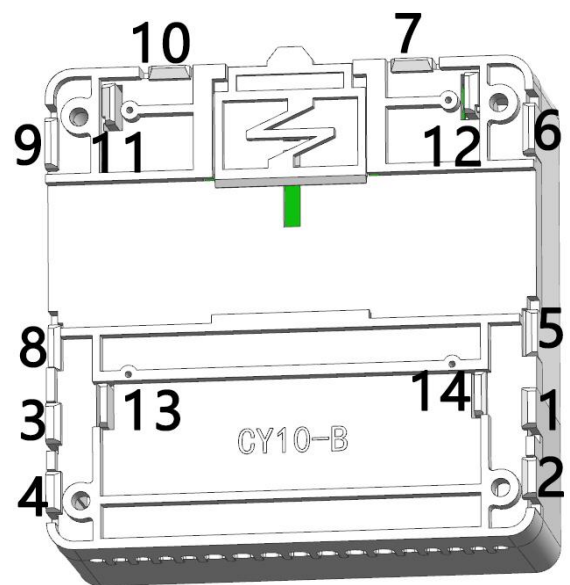
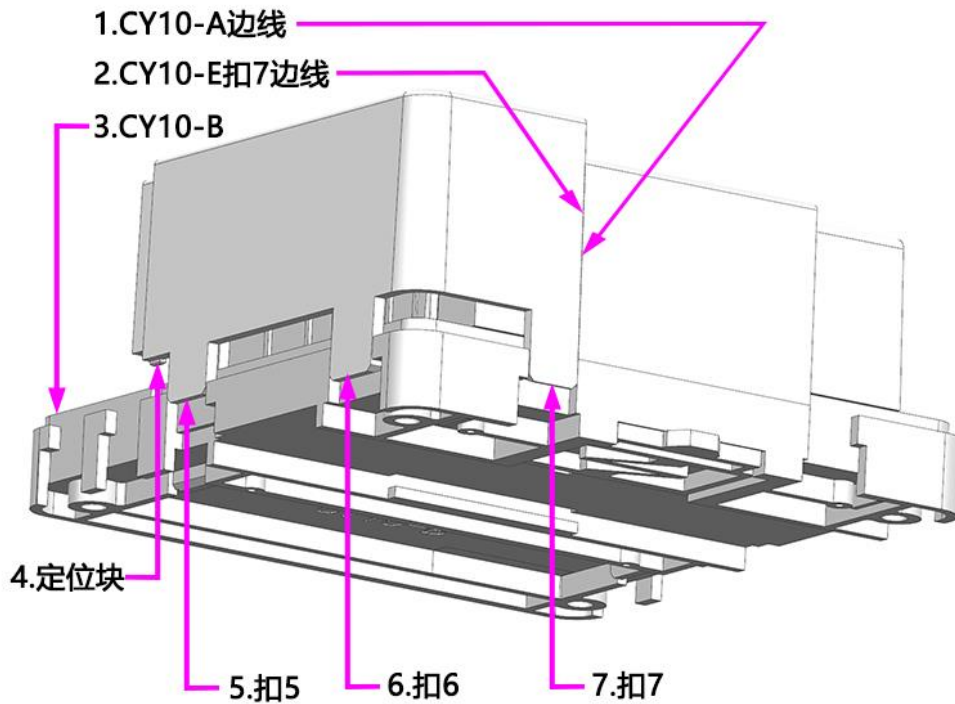

图 2
图 4
C.找到对应扣, 将组件拆下来, 先拆 CY10-C, 再拆 CY10-D 和 CY10-E, 最后再拆 CY10-A 如图 2 所示。
(1) 安装前要将所有电路板和开/关机按键安装好。
(2) 如图“相关名称图”先找到“导向柱”将“导向柱”对准“导向槽”插入到不能再插为止。
(3) 再将扣位 11, 12, 13, 14, 一个个地压入到 CY10-B 的对应位置内。如图 2
(1) 将 5, 6, 7 扣同时对齐到 CY10-B 相应位置, 尤其是扣 7 边线尽可能与 CY10-A 边线靠拢, 间隙不超过 0.5mm 时。然后慢慢向下推, 直到 3 个扣都扣住了 CY10-B, 对应位置。如图 2, 图 4
(1) 将 8, 9, 10 扣同时对齐到 CY10-B 相应位置，尤其是扣 10 边线尽可能与 CY10-A 边线靠拢，间隙不超过 0.5mm 时。然后慢慢向下推，直到 3 个扣都扣住了 CY10-B，对应位置。如图 2
(1) 将 1, 2, 3, 4 扣同时对齐到 CY10-B 相应位置，尤其是扣 1 和 3 边线尽可能与 CY10-A 边线靠拢，间隙不超过 0.5mm 时。然后慢慢向下推，直到 4 个扣都扣住了 CY10-B，对应位置。如图 2